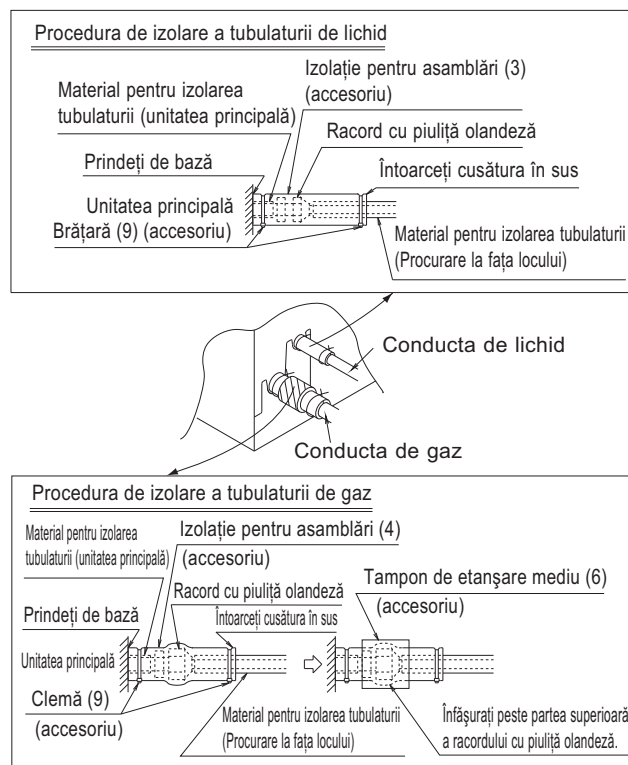

Fig. 8
(2) După terminarea lucrării, aveți grijă să verificați dacă nu sunt scăpări de gaz.
(3) După ce ați controlat că nu sunt scăpări de gaz, aveți grijă să izolați racordurile consultând Fig. 8.
- Izolați utilizând izolația pentru asamblări (3) (4) care însoțesc conductele de lichid și de gaz. În afară de asta, asigurați-vă că izolația pentru asamblări (3) (4) de pe tubulatura de lichid și de gaz are cusătura în sus. (Strângeți ambele margini cu cleme (9).)
- Pentru tubulatura de gaz, înfășurați tamponul de etanșare mediu (6) peste izolația pentru asamblări (4) (partea cu piulița olandeză).